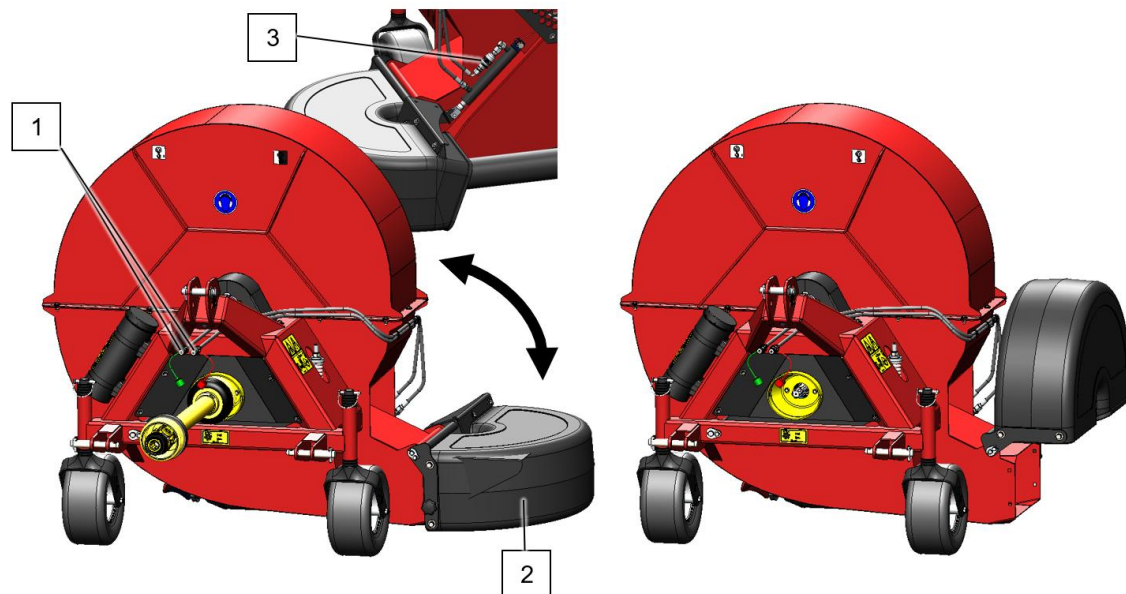

Abb. 9
Über den Hydraulikanschluss (1) kann die Position des Rücklaufauslasses (2) festgelegt werden (Abb. 9).